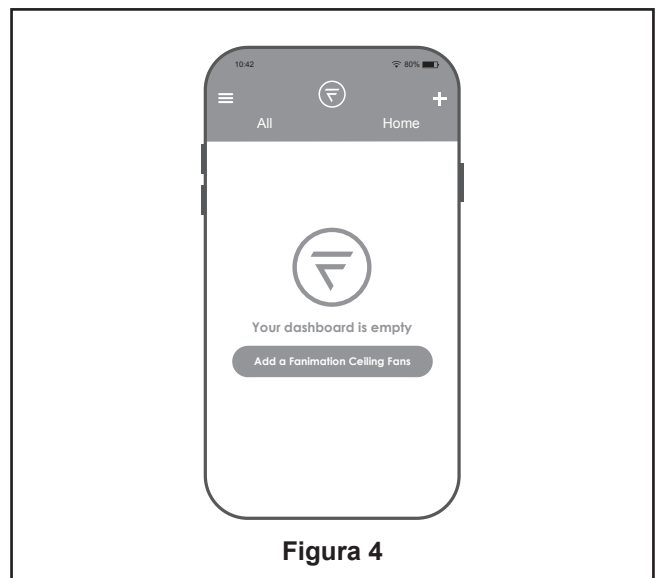

Figura 4
- 6. Proceso de aprendizaje:** (Figura 4)
4. Después de crear la cuenta fanSync de Fanimation, puede añadir sus ventiladores en la aplicación. (Figura 4)